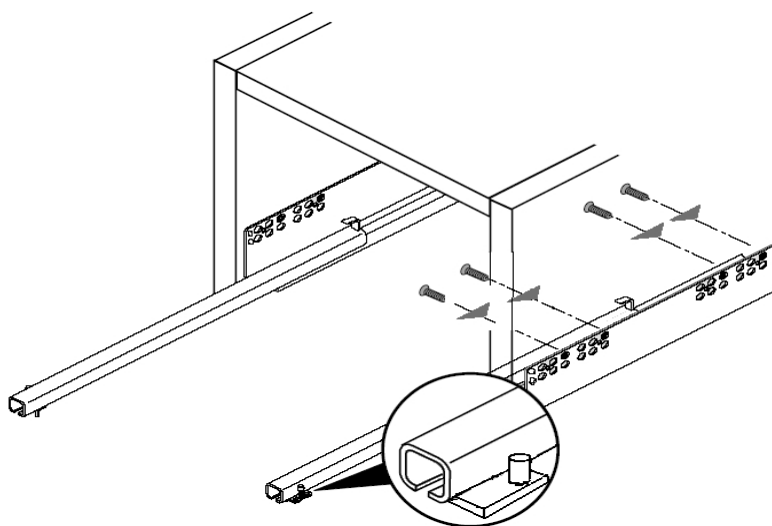

Рис. 2
2. На перегородки (4), (04) установить направляющие Push для выдвижных ящиков с помощью винтов 6,3x10,5 - первое отверстие на щите совместить с четвертым отверстием в верхнем ряду на направляющей (см. схему сборки и рис.2).
3. На боковые стенки (2), (02) установить монтажные планки петель с помощью комплектных винтов.